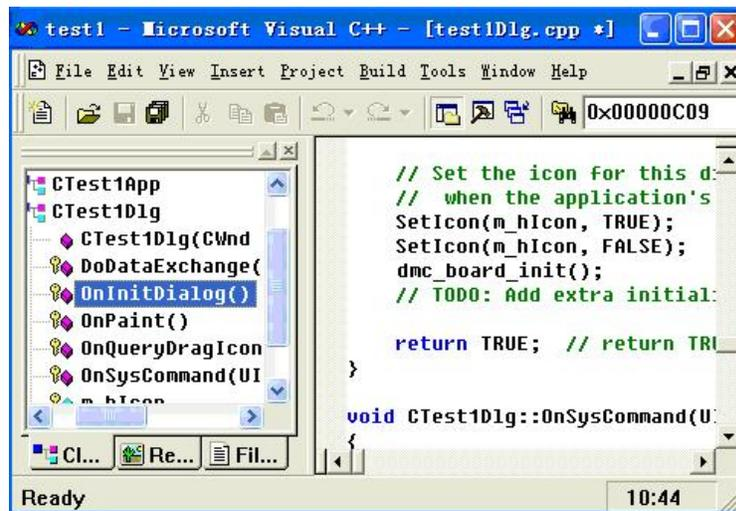

图 6.10 程序增加初始化函数
11) 在 `Ctest1Dlg::OnInitDialog()` 函数中添加代码：`dmc_board_init()`；如图 6.10。